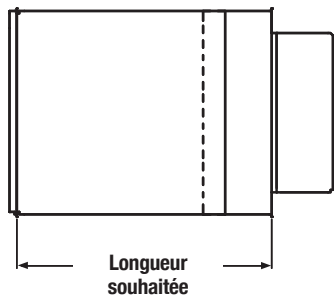

Figure 52 - Longueur ajustable, ÉTAPE D'INSTALLATION A
- a. Régler la longueur du conduit selon les besoins. Si la paroi extérieure ou la paroi intérieure est trop longue, elle doit être coupée à la longueur correcte. Le chevauchement de la paroi extérieure doit toujours être d'au moins 25 mm (1 po). Seule la paroi extérieure fixée au coupleur femelle peut être coupée. Voir **Figure 52**.